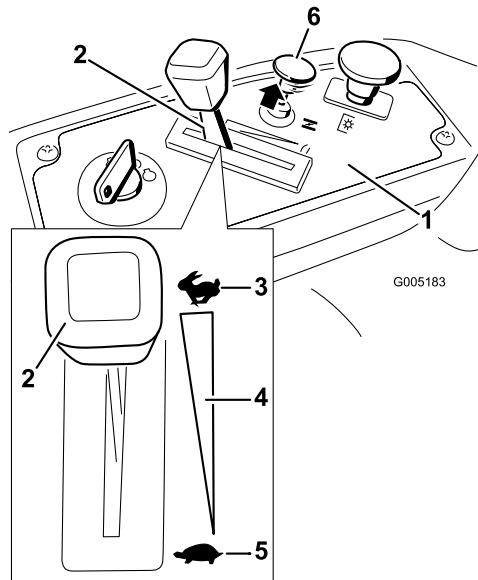

Figure 11
3. Tirez la commande de starter pour démarrer un moteur à froid (Figure 11).
3. Tournez la clé de contact en position Contact coupé (Figure 11) et enlevez la clé du commutateur d'allumage.